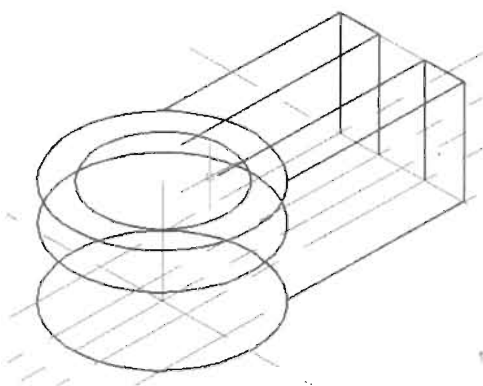

图 11-70
(7) 单击“绘图”工具栏中的“直线”按钮 ，捕捉辅助线的交点绘制如图 11-70 所示的线段。